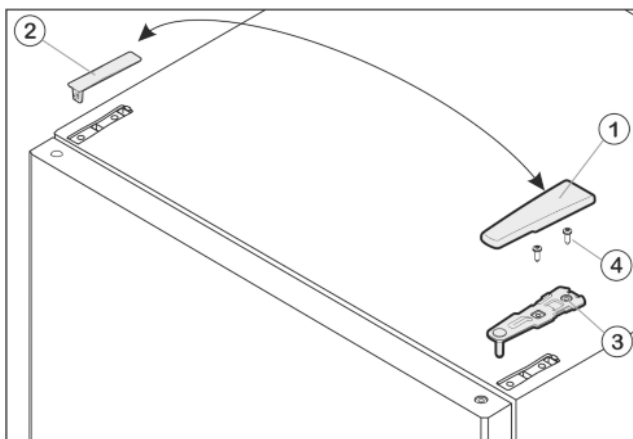

Fig. 7
- ▶ Потяните крышку Fig. 7 (1) вперед и вверх.
- ▶ Снимите крышку Fig. 7 (2).
- ▶ Открутите верхний опорный кронштейн Fig. 7 (3)(2 шт. Torx® 25) Fig. 7 (4) и вытяните вверх.
- ▶ Установите верхний опорный кронштейн *Fig. 7 (3)* на новой стороне шарнира и защелкните в дверце.
- ▶ Привинтите верхний опорный кронштейн (с моментом 4 Нм)(2 шт. Torx® 25) *Fig. 7 (4)*. При необходимости проделайте отверстия или используйте аккумуляторную отвертку.
- ▶ Наденьте и защелкните крышку *Fig. 7 (1)* и крышку *Fig. 7 (2)* на противоположной стороне снаружи.